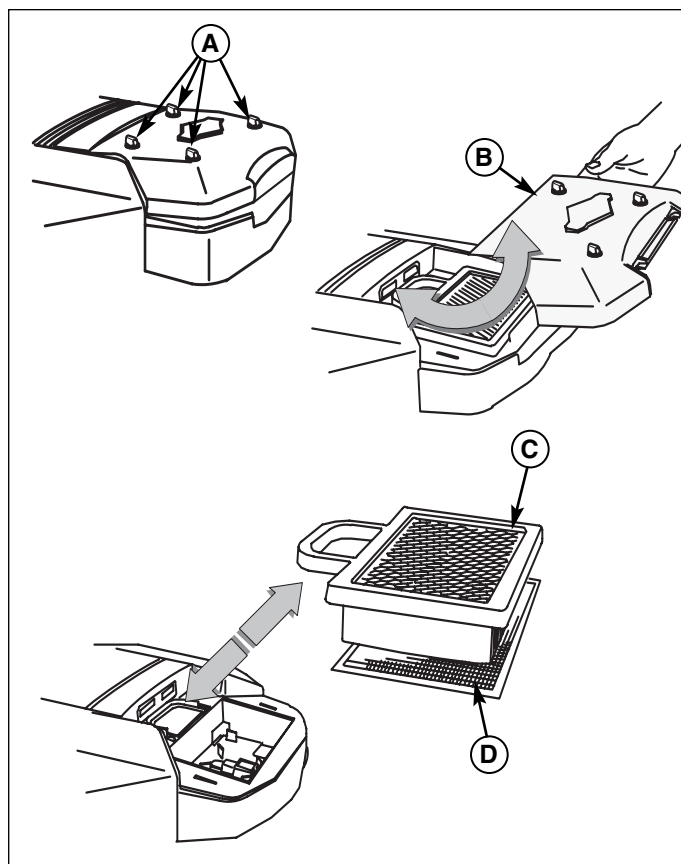

Figura 26. Filtro dell'aria - Modelli Briggs & Stratton a due cilindri
1. Svitare le quattro manopole (A, Figura 26) ruotandole in senso antiorario.
2. Rimuovere la copertura (B). Rimuovere il filtro (C) ed il pre-filtro (D).
3. Installare il pre-filtro (D) con la griglia verso l'alto. Installare il filtro (C) come indicato in figura.
4. Installare la copertura (B) accertandosi che le linguette siano inserite nei rispettivi alloggiamenti. Fissare ruotando le viti in senso orario fin quando non risultano serrate.